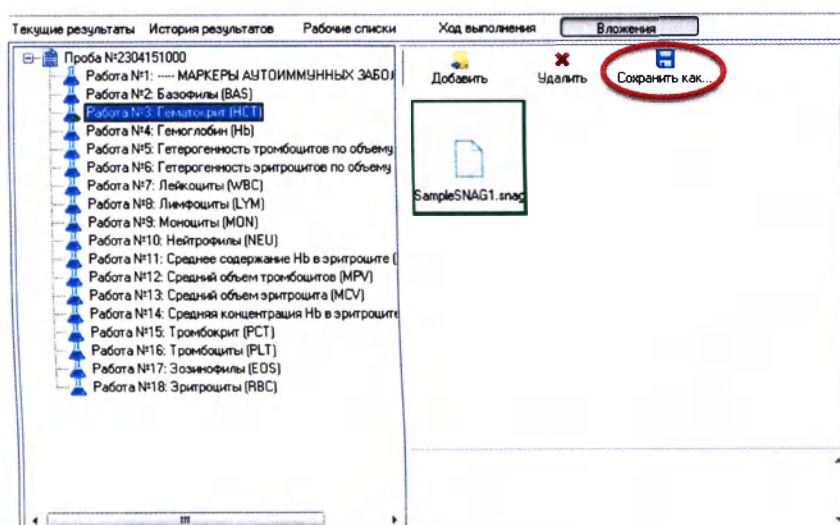

Рисунок 5.82
6. Если файл необходимо сохранить на компьютер, нажмите кнопку «Сохранить как» (Рисунок 5.82):